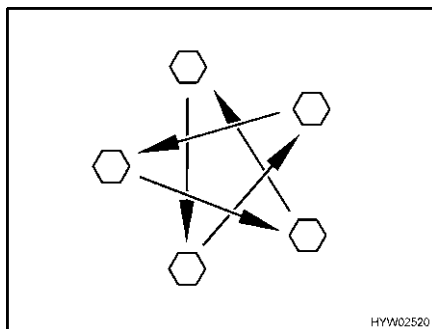

Fig. 195 Serrare a croce i dadi o i bulloni delle ruote
- Controllare regolarmente il serraggio dei dadi o dei bulloni. Regolare a croce (Fig. 195) il serraggio dei dadi o dei bulloni di una ruota sostituita dopo circa 50 km.
- ▷ Serrare a croce i dadi o i bulloni delle ruote (Fig. 195).